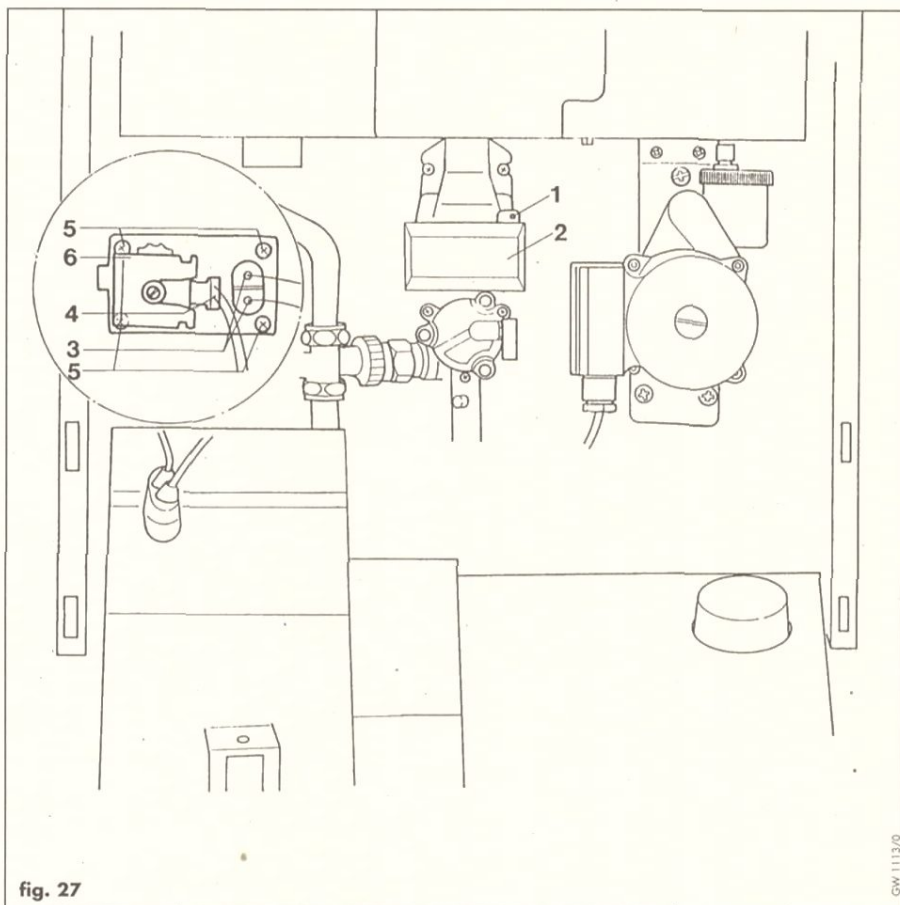

fig. 27
- Togliere la vite (1, fig. 27) e rimuovere la copertura in plastica (2, fig. 27) del gruppo gas.